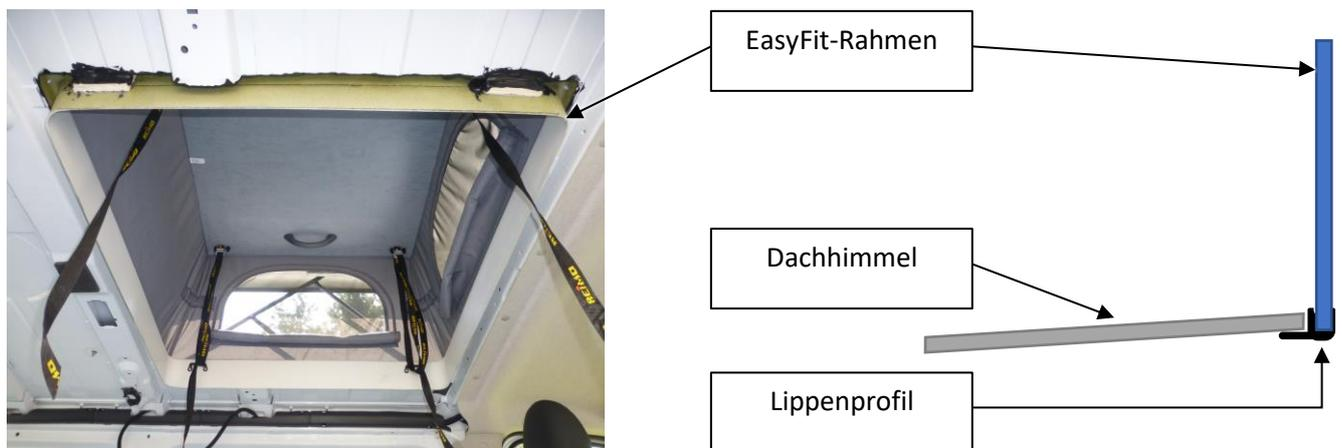

Abb. 7-1: Montage des Dachhimmels
- Der Easyfit-Rahmen muss wie in Abb. 7-1 angedeutet passend zum Dachhimmel beschnitten werden.